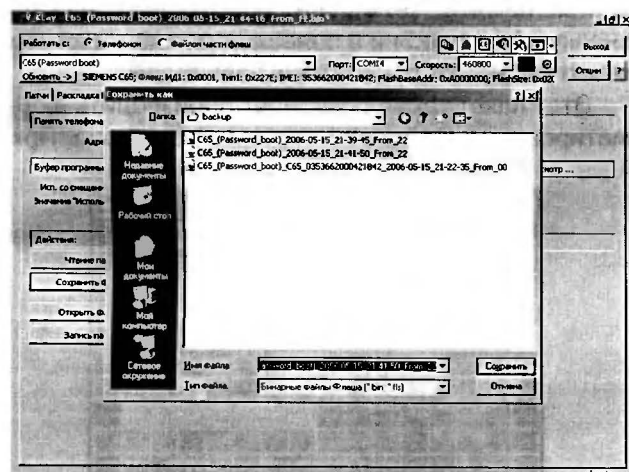

Рис. 1.1.30. Сохранение в файл
4. По окончании процесса чтения памяти нажимают кнопку «Сохранить файл» и, в открывшемся диалоговом окне, указывают имя файла, в который следует сохранить содержимое EEPROM. По умолчанию, программа V_Klay предложит имя файла, содержащее модель телефона, дату, время получения дампа (DUMP) памяти и начальный адрес (рис. 1.1.30).